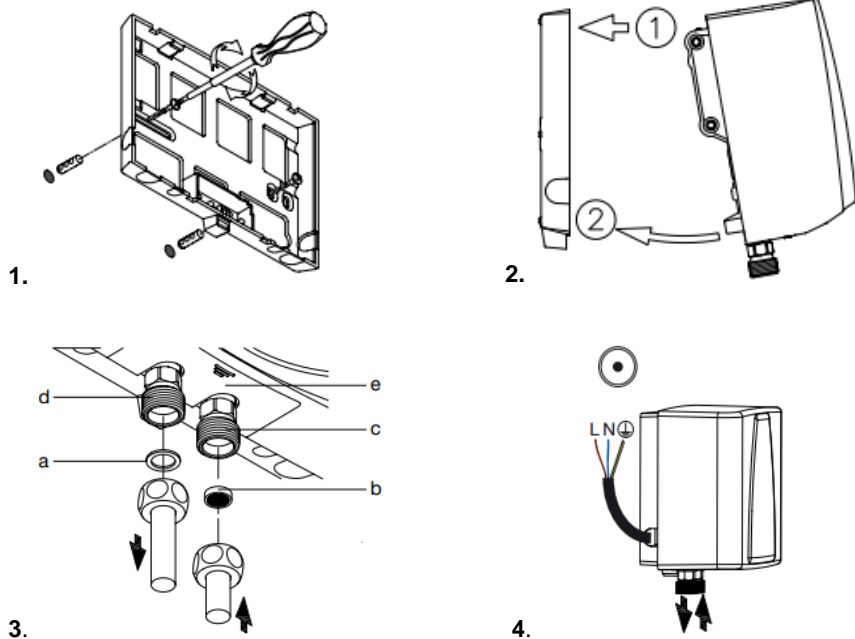

Рисунок 3. Установка над раковиной
**Установка моделей THERMEX Trend 4500 и Trend 6000 над раковиной осуществляется в соответствии с Рис.3:**